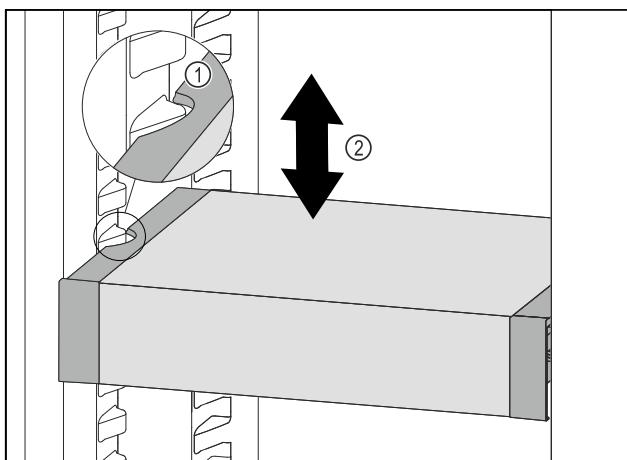

Fig. 82
- ▶ Потягнути VarioSafe вперед, поки бокові заглиблення VarioSafe не опиняться на рівні ребра для резервуара в охолоджувальному відділенні. Fig. 82 (1)